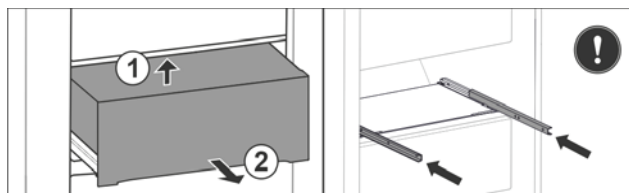

Fig. 35*
- ▶ Поднимите выдвижной ящик сзади снизу Fig. 35 (1).*
- ▶ Извлеките движением вперед Fig. 35 (2).*